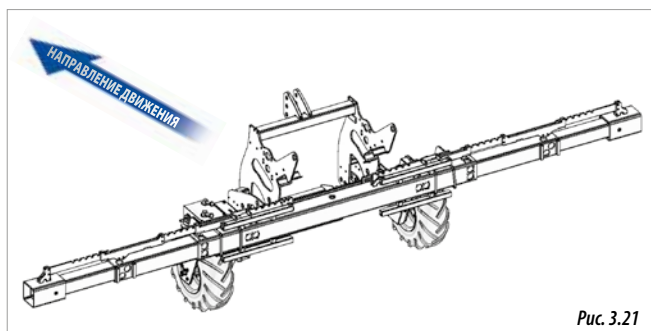

Рис. 3.21
- ДВОЙНАЯ ТЕЛЕСКОПИЧЕСКАЯ РАМА VARIANT (рис. 3.21).